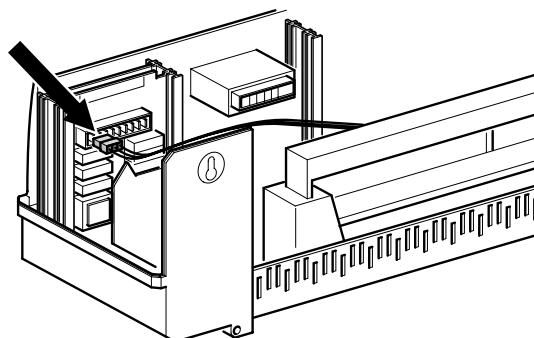

Abb. 4 Подключение напряжения
- Подсоедините штекер 230 V к модулю (рис. 4). Модуль не будет действовать, если не подключено напряжение от модуля к модулю, однако светодиод будет гореть.